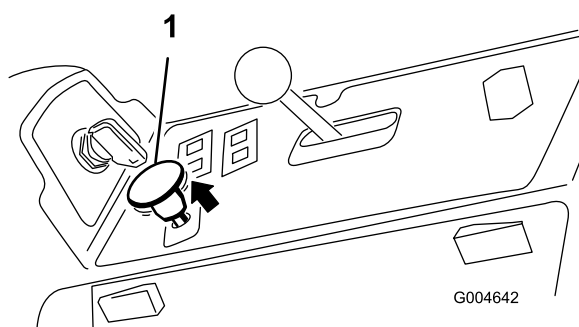

Figure 58
3. Tirez sur la commande de PDF pour engager la PDF (Figure 58).